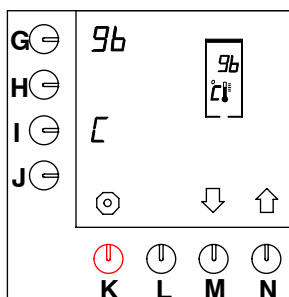

Fig. 41 Impostazione della temperatura
- Dopo avere immesso il codice PIN di livello utente, premere tre volte il tasto di selezione (N.) \uparrow fino a che sullo schermo viene visualizzato quanto illustrato nella fig. 41 .